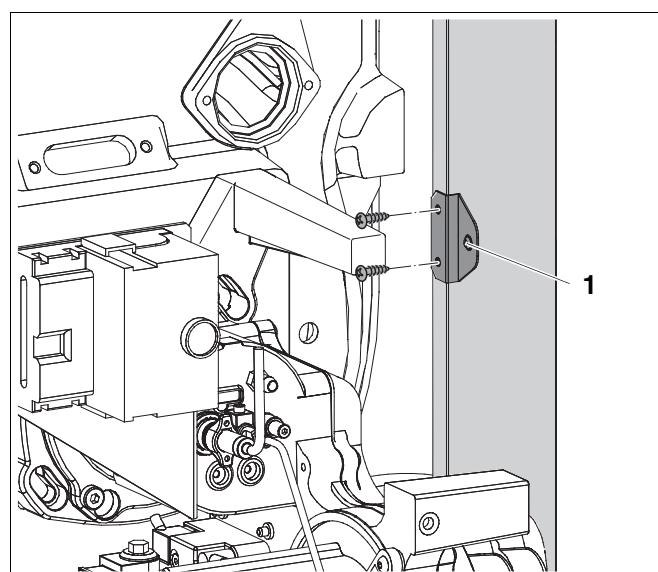

Рис. 43 Установка уголка на боковых стенах
- Установить уголок для крепления кожуха горелки на боковой стенке слева и справа (➔ Рис. 43).